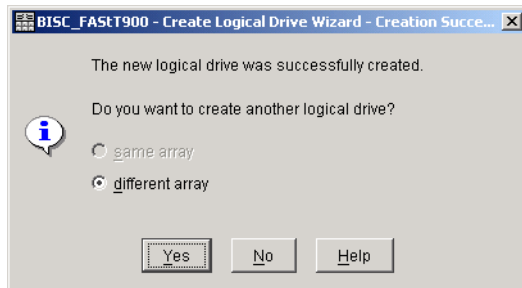

図 7-52 作成成功
- d. 図 7-52 に表示されているウィンドウが開きます。「Yes」をクリックすると、必要な数のアレイに対してこの手順を実行できます。終了する場合は、「No」をクリックして閉じます。